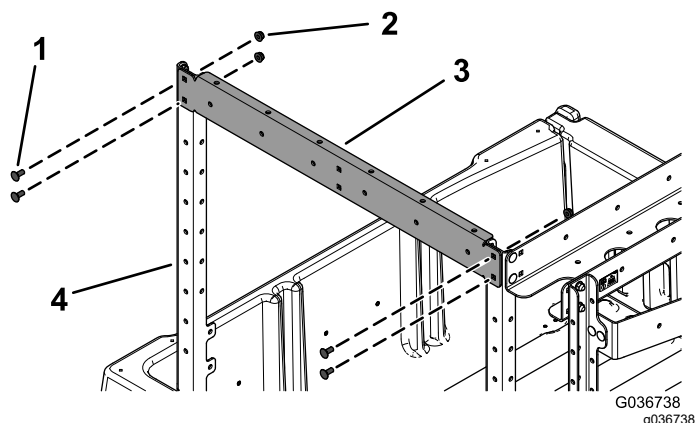

Figura 6
5. Montate la staffa di supporto anteriore (con 2 fori su ciascun lato) sulla parte superiore delle 2 staffe del telaio dei montanti anteriori con 4 bulloni a testa tonda (5/16 x 3/4") e 4 dadi flangiati (5/16") come illustrato nella Figura 6.